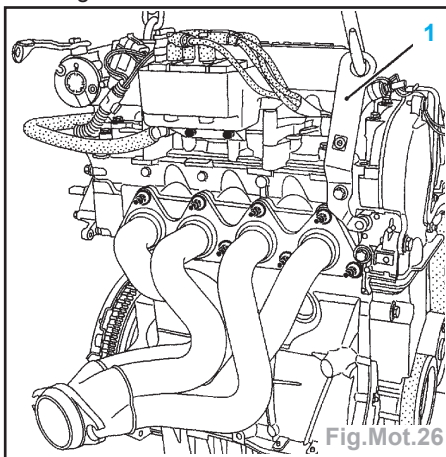

Fig.Mot.26
- le support moteur **(1)** (Fig.Mot.26),